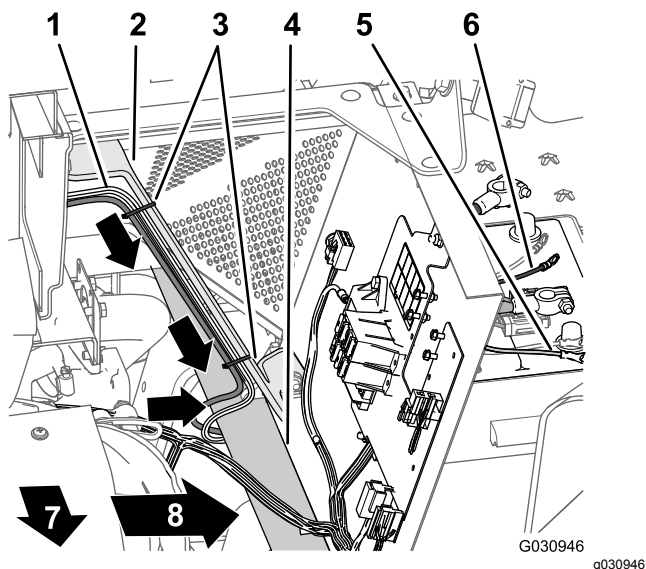

図 116
3. ワイヤハーネスの 108 cm の枝線を、エンジンシュラウドの左側サポートに沿って下へ進め、左側フレームチューブの下まで導く図 116。
4. ワイヤハーネスの 108cm の枝線についている 50 A ヒューズ、プラス端子、マイナス端子を、バッテリー上部まで導く図 116。